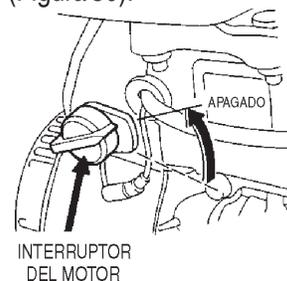

Figura 30. Interruptor ON/OFF ENCENDIDO/APAGADO (Posición OFF APAGADO)
- Después de que el motor se **enfríe**, gire el interruptor de encendido/apagado del motor en la posición “**OFF**” “**APAGADO**” (Figura 30).